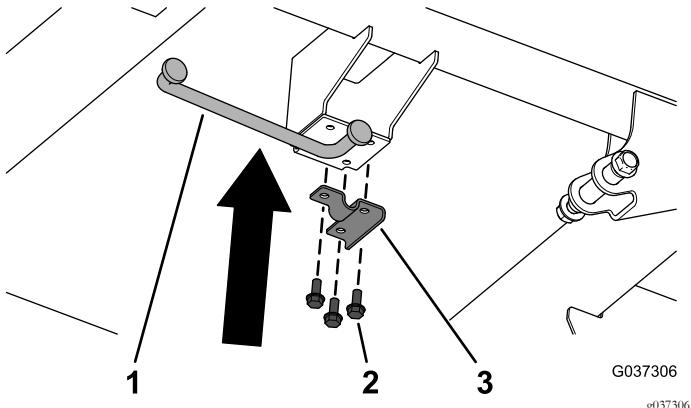

图8
7. 如图8所示用3个凸缘头螺丝  $5/16 \times 3/4$  英寸将支撑杆U形架和支撑杆安装到钢制货斗上。